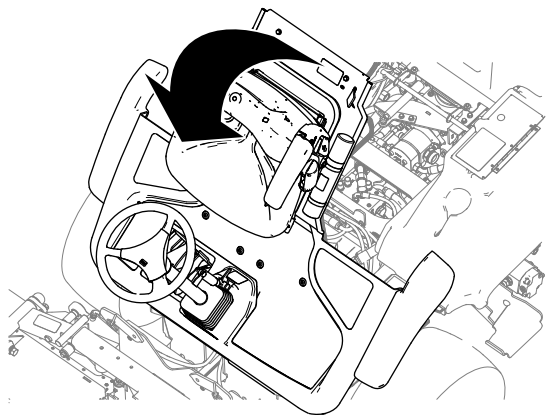

Figura 49
2. Eleve la plataforma (Figura 49).